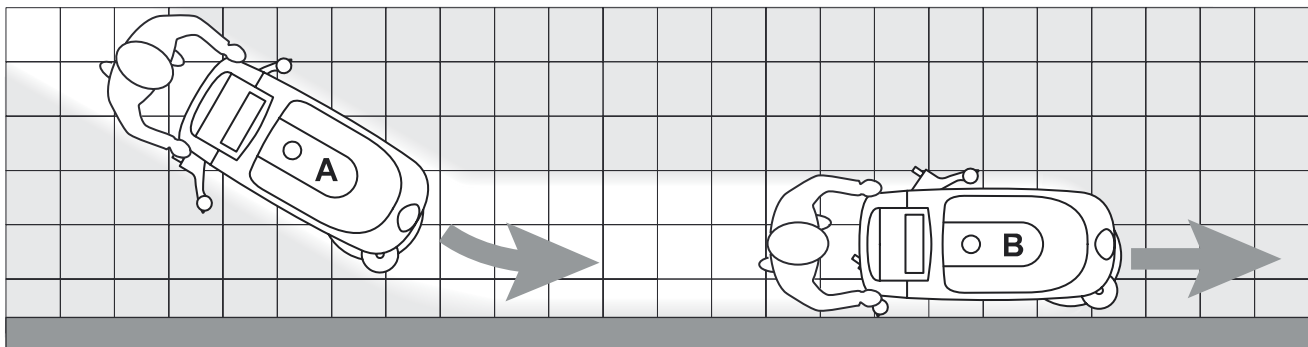

Figura 4
*Para un correcto lavado/secamiento de los suelos en los bordes de las paredes, Nilfisk sugiere acercarse con el lado derecho de la máquina como indicado en la figura 4.*